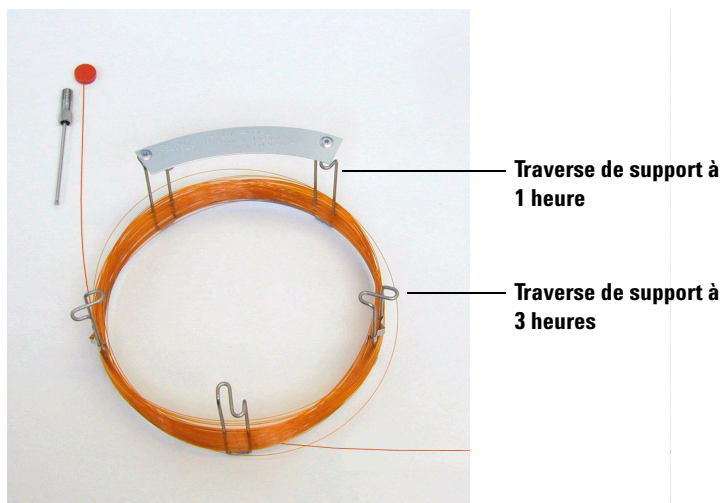

Figure 3 Colonne avec 2 spires dégagées
- 2 Déposer le septum qui obture la SORTIE de la colonne et dégager la colonne sur 2 spires. Cf. Figure 3.